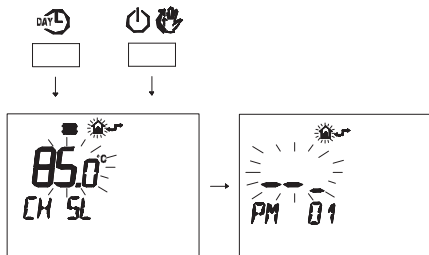

Figura 5.39
- Premere contemporaneamente i pulsanti  e  per entrare nella programmazione trasparente (Figura 5.39).